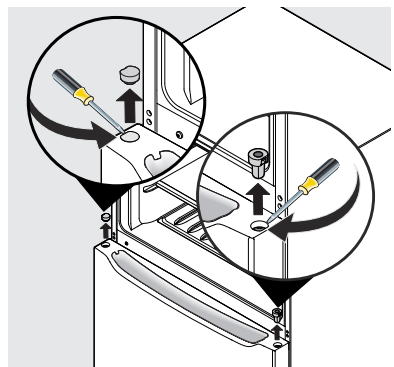

Figure 5
- Retirez le roulement de la charnière centrale du haut de la porte du réfrigérateur avec un tournevis droit (voir la figure 5).
- Retirez le bouchon du roulement de la charnière centrale du côté opposé de la porte du réfrigérateur avec un tournevis droit (voir la figure 5).